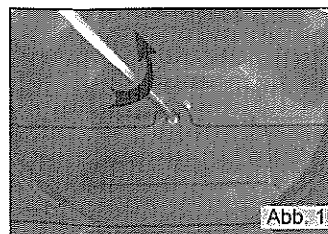

Abb. 1
1. Verwende einen Kreuzschlitz-Schraubendreher und löse die Schraube der Batteriefach-Abdeckung. (Abb. 1)